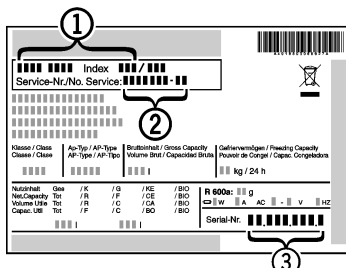

Fig. 10
- ▶ Designação da unidade Fig. 10 (1), Serviço-Nº. Fig. 10 (2) e Nº de série. Fig. 10 (3) ler da placa de nome. A placa de nome se encontra no lado interno esquerdo da unidade.
- ▶ Comunicar o Serviço de Atendimento a Clientes e a falha, designação da unidade Fig. 10 (1), Serviço-Nº. Fig. 10 (2) e Nº de série. Fig. 10 (3) comunicar.